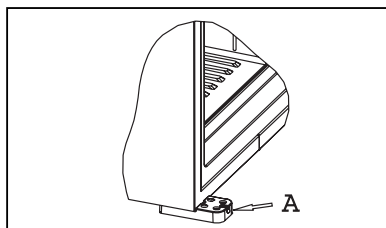

Afbeelding 7.
8.1.2. Binnenverlichting met LED (ongekoelde deel) (afb. 7.)